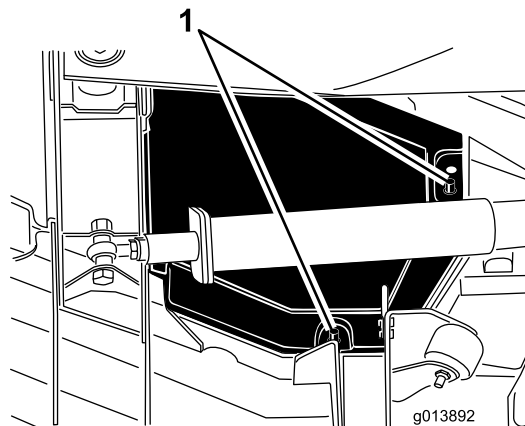

Figura 83
4. Sollevate i bordi dei coperchi posteriori interni dai supporti di montaggio (Figura 83).